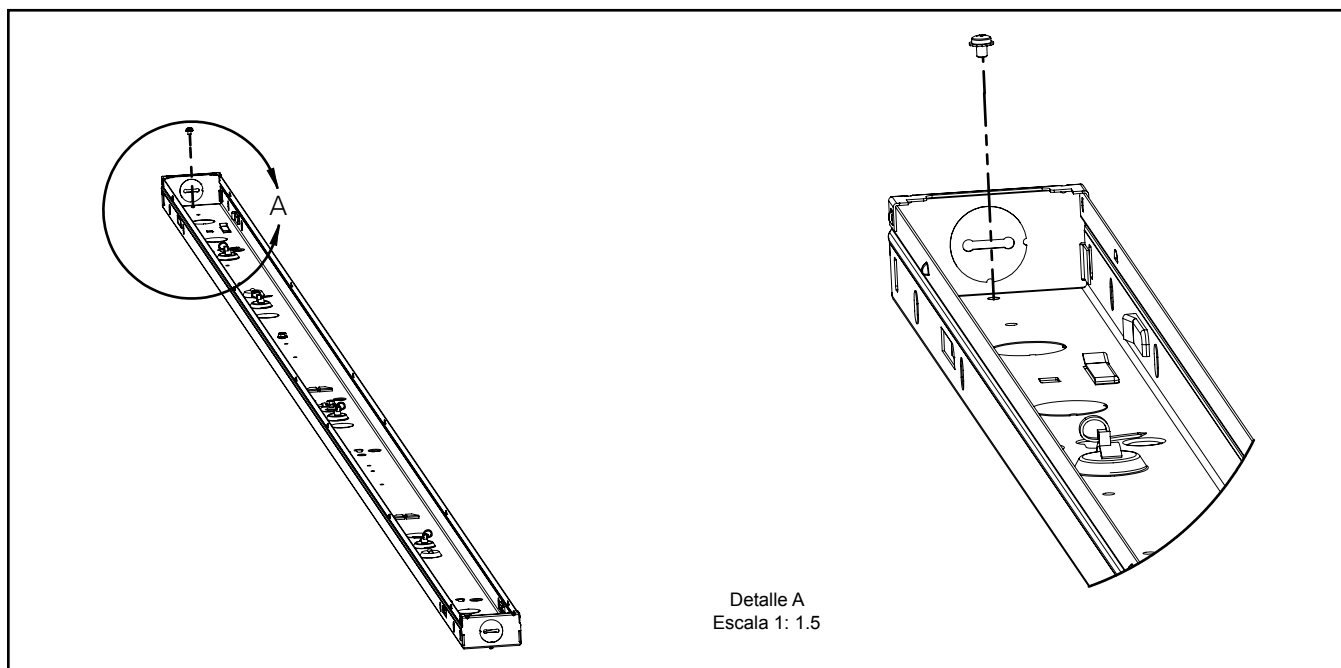

Figura 2
- Utilice un destornillador de estrella para soltar el tornillo que sujeta la tapa metálica (Figura 2). Luego, apriete el canal y tira para quitar la tapa metálica.